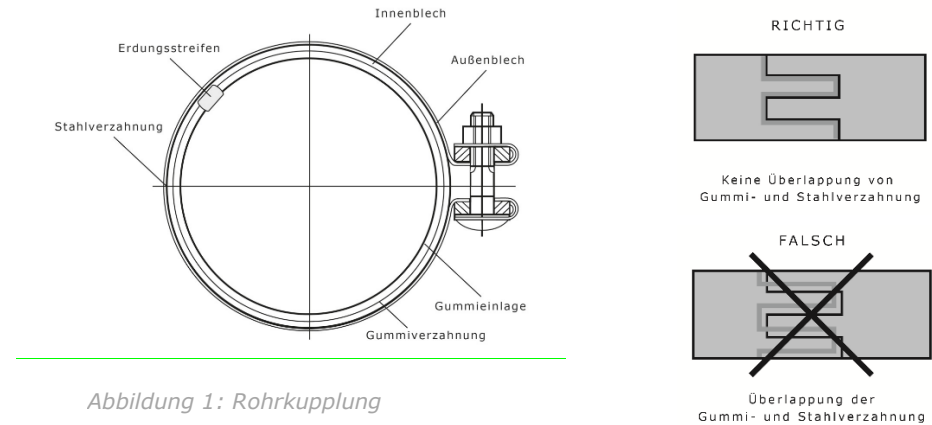

Abbildung 1: Rohrkupplung
- 1.) Prüfen Sie, ob die Verzahnung der Gummi- und Stahlmanschette entsprechend der *Abbildung 1* angeordnet ist und dass das Erdungsband nur mit den kurzen Enden das Rohr berührt.